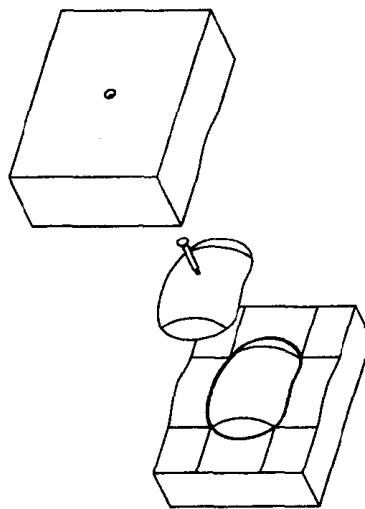

图 1.6
- (7) 利用 MOLD | Molding 进行填充，以建立浇注件。
(8) 利用 MOLD | Mold Check 进行模具零件检测。
(9) 利用 MOLD | Mold Opening 来模拟开模，并在开模过程中进行干涉检测，如图 1.6 所示。